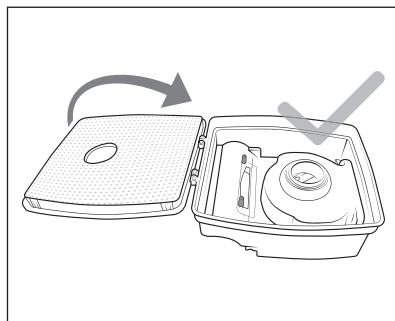

Fig. 11
7) Fixați filtrul EPA **7** la capacul recipientului de praf **12** și închideți-l (a se vedea fig. 11).